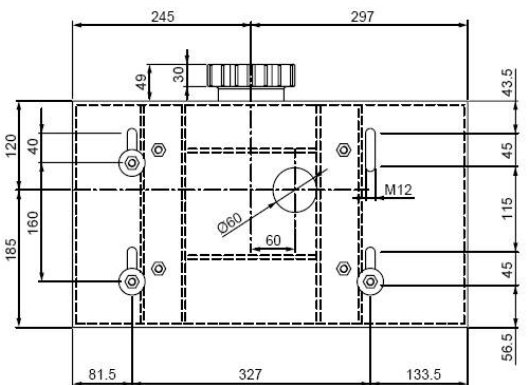

рис.5
- На рис.5 изображены размеры и отверстия для основания привода.